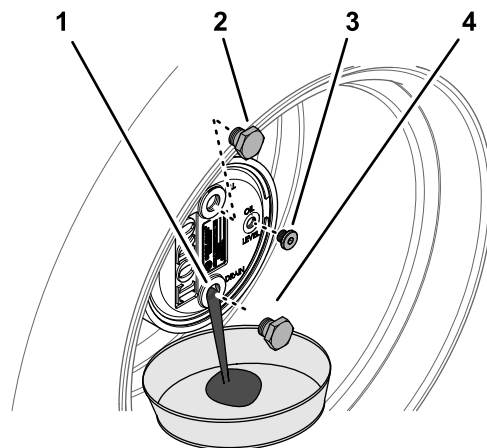

图 61
2. 取出 12 点钟位置的加油塞和 3 点钟位置的检查塞图 61。
3. 将放油盘放在行星齿轮毂下面取出 6 点钟位置的排油塞让油完全排出图 61。
5. 将排油塞安装到行星齿轮箱的排油孔中图 61。